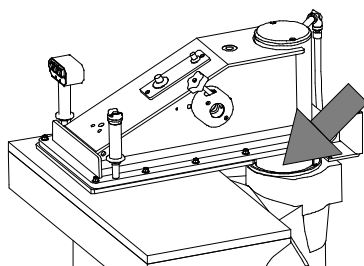

Fig. 20
c) pulire con un panno (che non lasci filamenti di tessuto) la ghiera di tenuta lubrificazione canna (per S/SE108: cod. 01002005; per S/SE120C: cod. 01010413; per S/SE120/122/124C/124/125C/125/125L: cod. 01001367, tav. 1) da residui e polveri di materiale tranciato una volta al mese (Fig. 20).